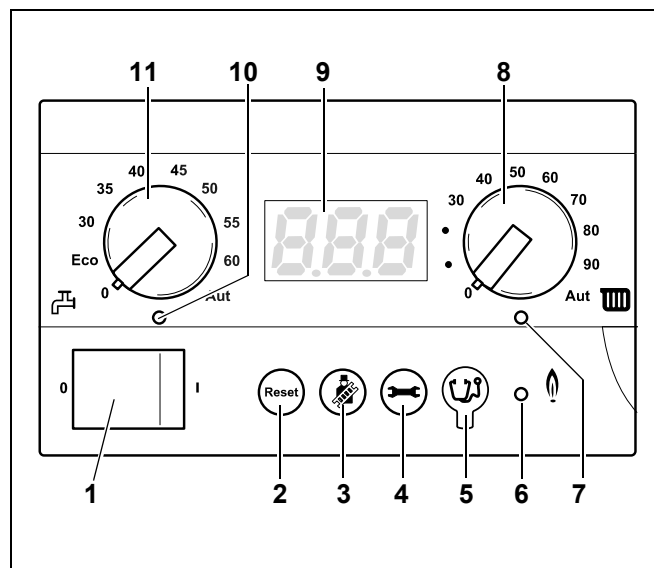

Fig. 7 Controler de bază BC10
- Aprindeți comutatorul de funcționare (Fig. 7, **poz. 1**) de la BC10 (Pozitia "1").
- Apăsăți tasta "Status display" (Fig. 7, **poz. 4**) până ce presiunea instalației ("P l.B") este arătată pe display (Fig. 7, **poz. 9**). Vezi deasemenea 5.1.1, "Meniu funcționare normală", pagina 16.